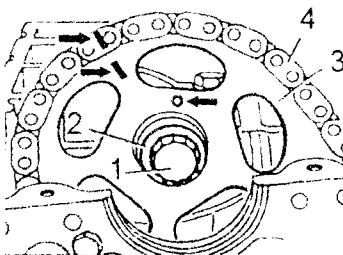
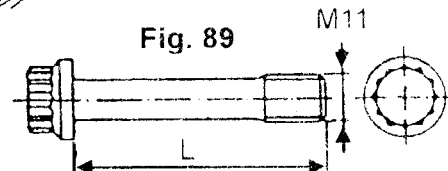

Fig. 88
Fig. 89
**Nota:** Montar atendiendo a la marca de montaje y el perno cónico (flecha) (Fig. 88). Cambiar cuando la longitud L de la parte entrante del perno estirado de 12 lados supera 53,6mm (Fig. 89).